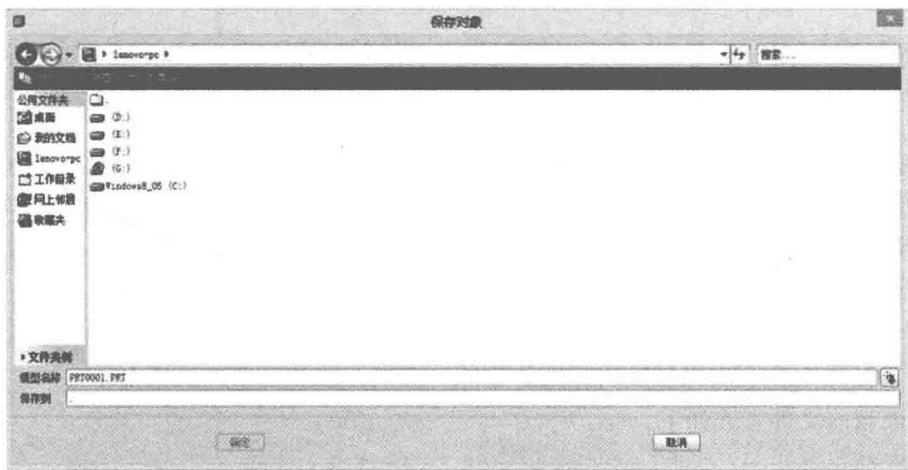

图 1-6 “保存对象”对话框
- ①选择菜单栏中“文件”下拉菜单中的“保存”命令（或单击系统工具栏中的“保存”图标按钮 ），系统将弹出如图 1-6 所示“保存对象”对话框；
- ②指定文件的保存路径；
- ③单击“确定”按钮。